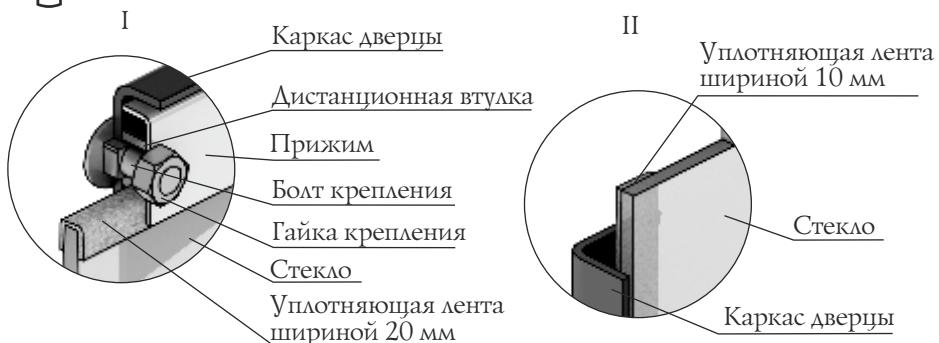

Рисунок 10. Крепление светорозрачного экрана дверцы модели «Люмина»
1. Открутите две гайки, фиксирующие прижим (рисунок 10.I), и демонтируйте его и дистанционные втулки.
3. Возьмите новое стекло, если на нем нет уплотняющих лент, наклейте их: лента шириной 20 мм наклеивается сверху и снизу стекла «П»-образно (рисунок 10.I),
лента шириной 10 мм наклеивается вертикально, вдоль боковых сторон стекла (рисунок 10.ИI).
4. Вставить стекло в упор, при этом лента наклеенная с боковых сторон (вертикальная) должна быть зажата между стеклом и каркасом дверцы (рисунок 10.II).
ВНИМАНИЕ! Гайки крепящие прижим накручиваются на болты крепления через дистанционные втулки (рисунок 10.I).